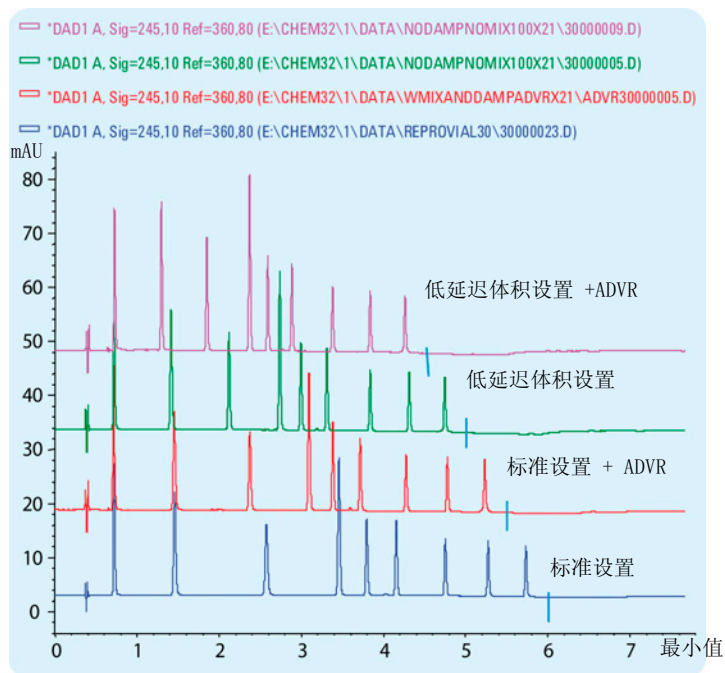

图 17 减少延迟体积
Agilent 1260 Infinity 高性能自动进样器可以执行重叠进样 (OI) 和 / 或自动延迟体积减少 (ADVR)。这意味着在样品达到色谱柱顶端后, 进样阀将从流路中切换出去。这样可明显减少延迟体积, 请参阅“第 49 页的图 17”。
流速越低, 延迟体积的负面影响就越大。在“第 49 页的图 17”中, 在流速为 0.6 mL/min 的条件下使用内径为 2.1 mm 的色谱柱。延迟体积从位置最低的图到位置最高的图逐步减少。对总运行时间的影响, 尤其是对第一个峰的峰宽和峰高的影响很明显。